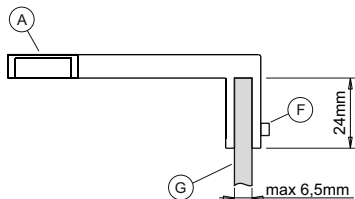

Fig 4
- Ellenőrizze, hogy a tükör vastagsága (G) nem haladja meg a 6.5mm-t és pozicionálja a lámpát (A) (Fig. 4).
- Rögzítse a lámpatestet (A) a tükörhöz (G) a szorítócsavarok segítségével (F) (Fig. 4, 5).
- A 230V-os hálózatra csatlakoztatást, csak a kötődobozon keresztül (D) végezze, melyet tartalmaz a csomag.